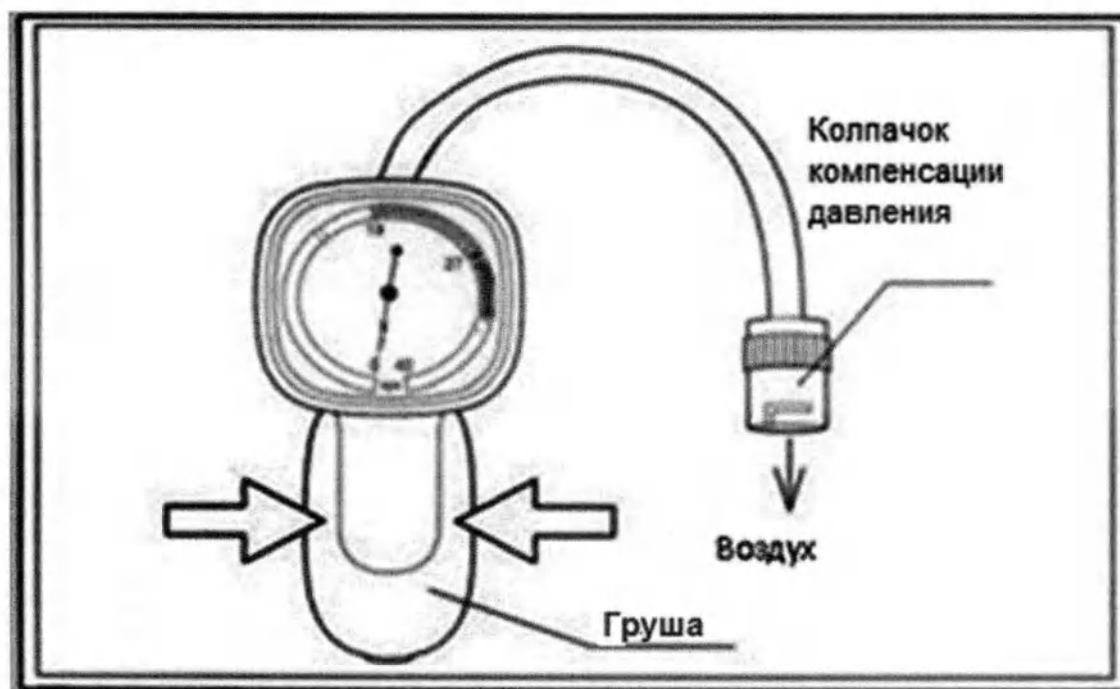

Рис. 7.6 Тестер утечки
2. Нажмите на подушку безопасности, убедитесь, что обнаружена утечка, или выпустите воздух из разъема. (см. рис. 7.6).